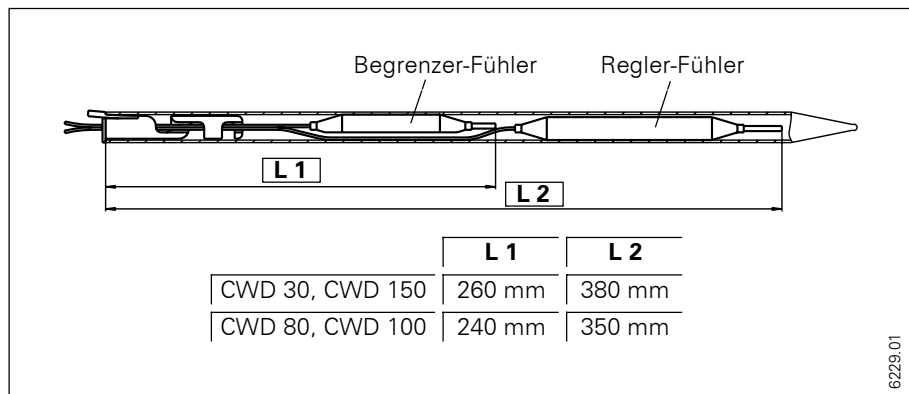

Abb. 13
- Sicherheitseinrichtung: Beim Austausch der Regler-Begrenzer-Kombination sind die angegebenen Maße (Abb. 13) unbedingt einzuhalten.